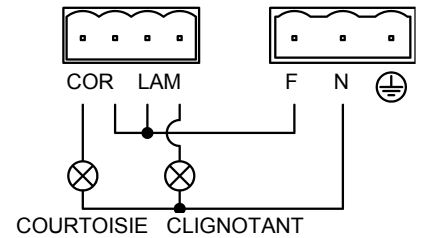

Figure 3
- ◆ Prêter attention au branchement du clignotant et de la lampe de courtoisie car il s'agit de contacts libres de tension (voir fig. 3).